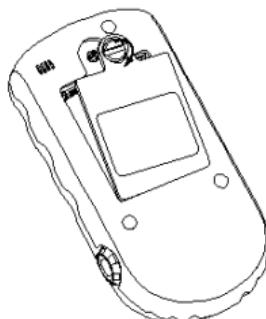

Figura 2-1
- 1) El compartimiento de la batería está ubicada en la parte de atrás de la máquina y puede ser abierto con una moneda o un destornillador de cabeza plana, como se muestra en la Figura 2.1. **NO abra el compartimiento de la batería a menos que se lo digan por el apoyo técnico de CMI.**